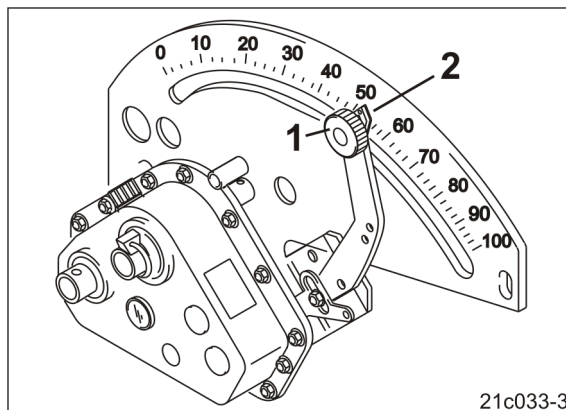

Fig. 221
4. Plasați indicatorul (Fig. 221/2) pârghiei transmisiei la valoarea de reglare a transmisiei 100.
5. Strângeți butonul de blocare (Fig. 221/1).